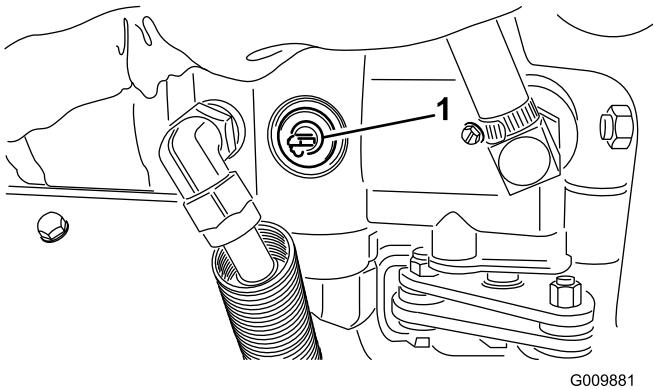

Figure 31
1. Trouvez la vanne de dérivation sur la pompe (Figure 31) et tournez-la de 90° (le levier doit être horizontal lorsqu'elle est ouverte).